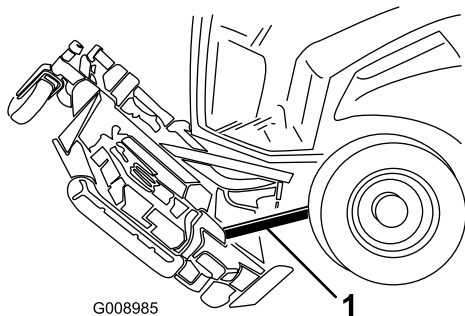

Figura 138
6. Inserite un blocco di legno tra la parte posteriore del piatto e la macchina (Figura 138).